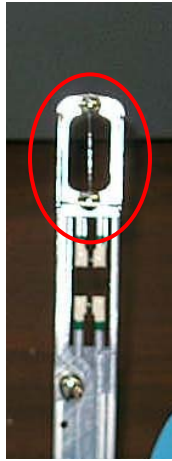

图 1：RS92 传感器支架干（温度传感器以红色圈出）
16. 目视检查温度传感器是否有损坏（见图 1）。如果温度传感器有任何损坏，切勿使用该无线电高空探测仪。